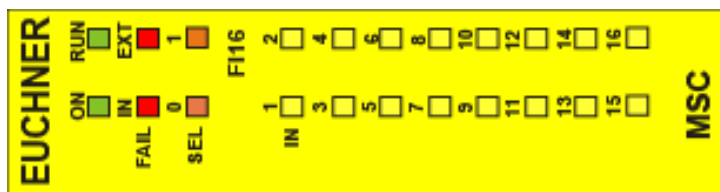

Figure 19:
8.3.7. Module FI16 (Figure 19)